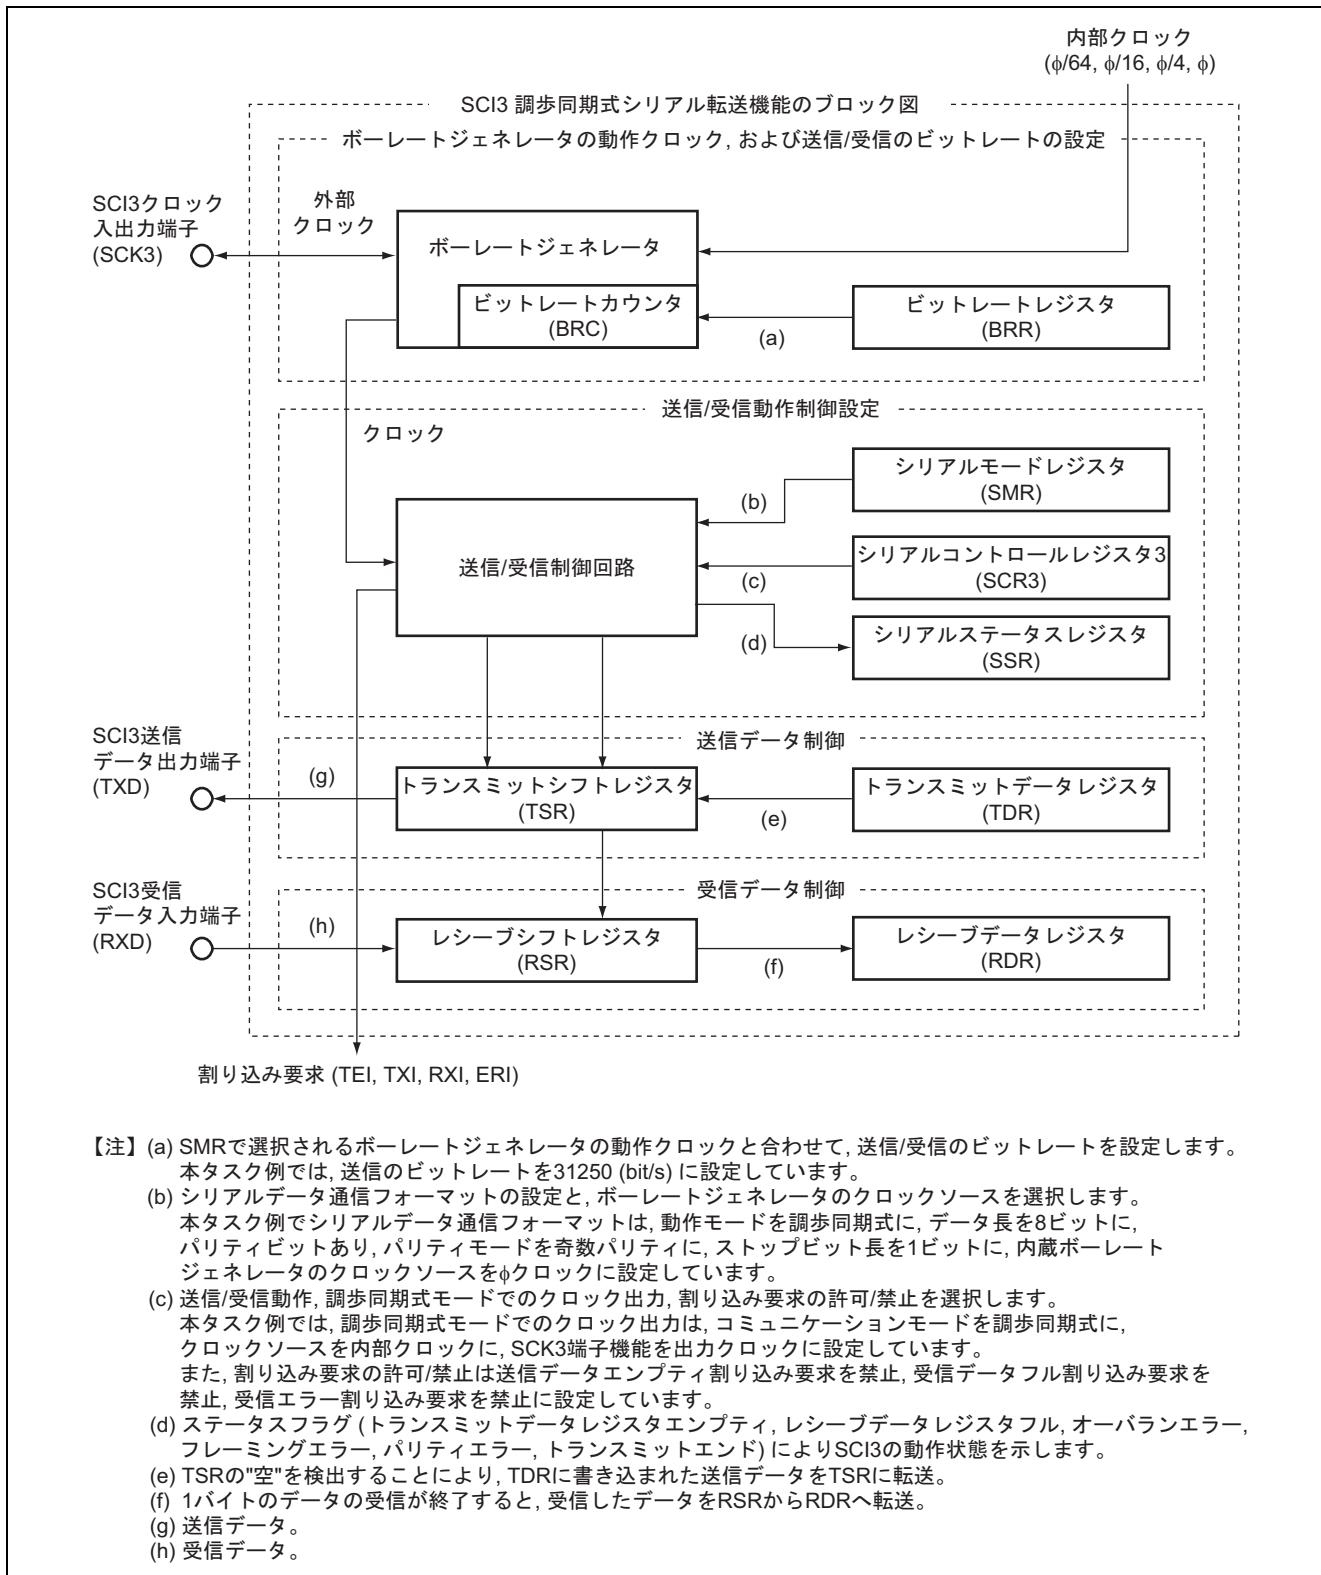

図 2 調歩同期式シリアルデータ同時送受信のブロック図
1. 本タスク例では、シリアルコミュニケーションインターフェース (SCI : Serial Communication Interface) を使用して、調歩同期式のシリアルデータの同時送受信を行ないます。図 2 に調歩同期式シリアルデータ同時送受信のブロック図を示します。以下に調歩同期式シリアルデータ同時送受信のブロック図について説明します。